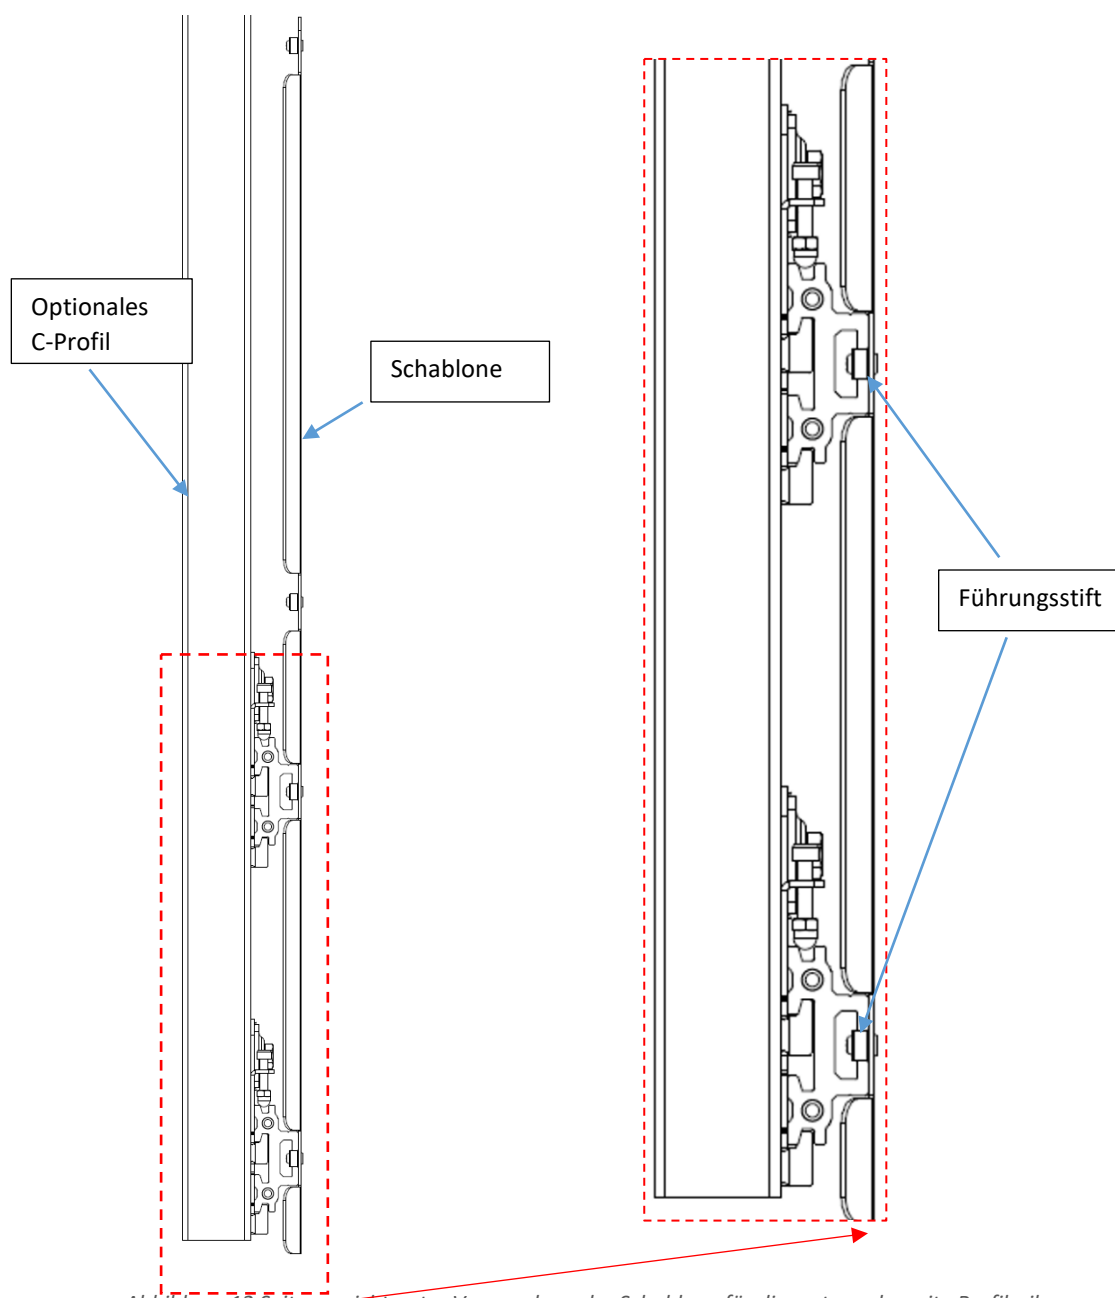

Abbildung 12 Seitenansicht unter Verwendung der Schablone für die erste und zweite Profilreihe
Schritt 2: Verwenden Sie die beiden mitgelieferten Schablonen und positionieren Sie sie mit dem untersten Führungstift im Nutenprofil des untersten Profils. Montieren Sie die zweite Reihe von Profilen so, dass der zweitunterste Führungstift in das Mutterprofil dieser zweiten Reihe passt. Siehe auch Abbildung 12.